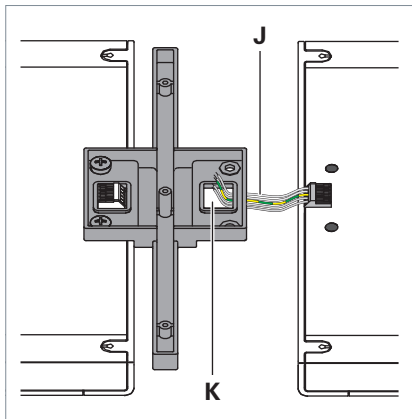

Fig. 14: Posa dei cavi.
- Far passare dal basso il cavo J dell'apparecchio concatenato attraverso la fessura K sull'elemento di collegamento dell'ultimo apparecchio montato, vedi Fig. 14.